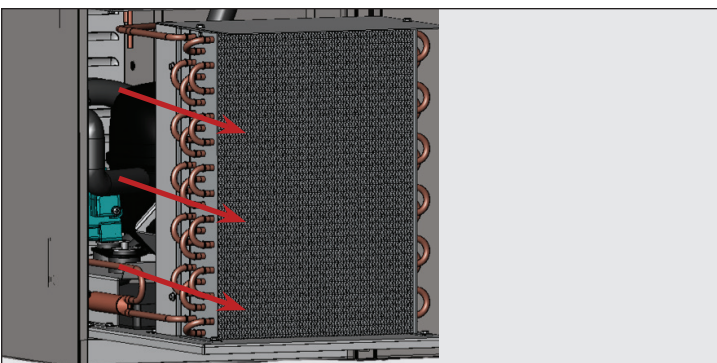

Abb. 7. Die Verflüssigereinheit vorsichtig herausziehen.
8. Schieben Sie den Verflüssiger vorsichtig heraus (die Schlauchverbindungen sind flexibel). Siehe Abb. 7. Spülen Sie das Verflüssigerregister vorsichtig mit Druckluft oder CO2 durch, bis es sauber ist.